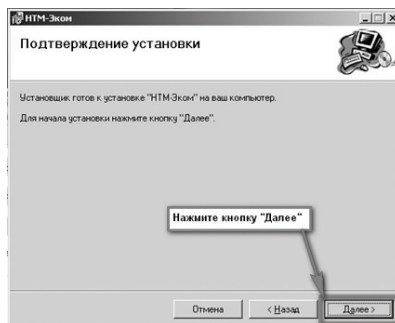

Рисунок 14
8.2.6 После того как ПО «НТМ-ЭкоМ» будет установлено, нажать кнопку «Далее» (рисунок 14).